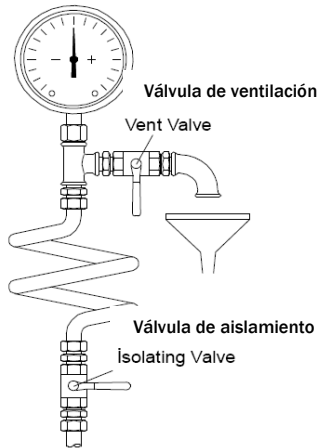

Fig.3
- Los manómetros y vacuómetros deben estar correctamente anclados y conectados en los puntos de medición situados en las bridas de la bomba o en las tuberías cercanas a las bridas de aproximadamente 8 mm de diámetro con configuración de cola de cerdo para disminuir la fluctuación de la presión. Por razones de seguridad, deben instalarse válvulas de aislamiento y ventilación antes de los manómetros (Fig. 3 y 4).